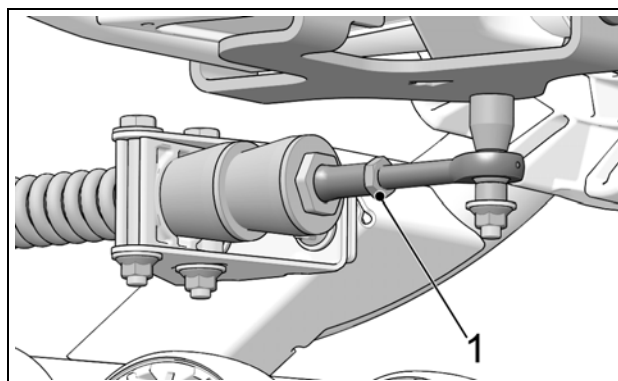

Figure 19
- Resserer le contre-écrou (1) à un couple de 40 N•m (30 lb•pi). Voir Figure 19.